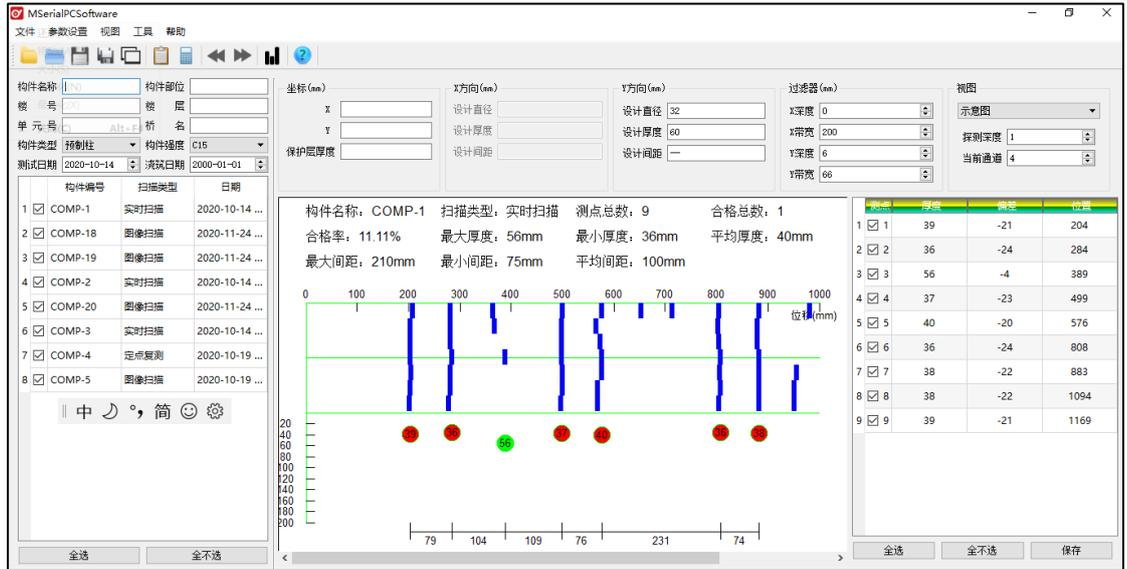

图 2.2.1.a 实时扫描的示意图
1、实时扫描图：选择扫描类型为实时扫描的数据，如图 2.2.1.a 所示：